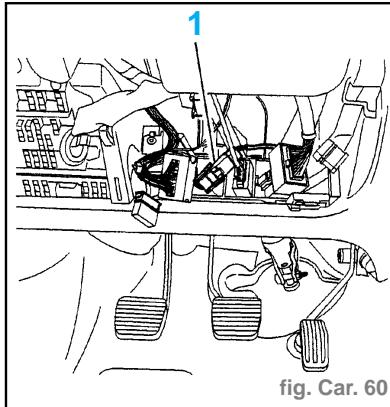

fig. Car. 60
- Dégager le connecteur (1) (marron) (fig. Car. 60).